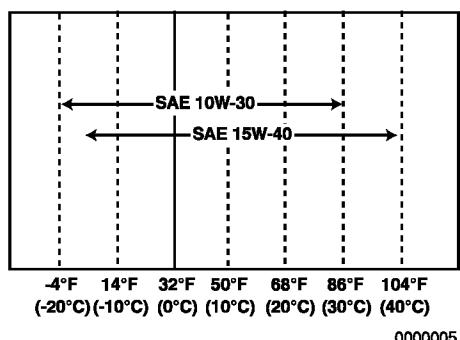

Figura 5
- Selecione a viscosidade do óleo baseando-se na temperatura ambiente onde o motor está a ser operado. Veja *Viscosidade do óleo do motor Figura 5.*
- Selecione a viscosidade do óleo do motor apropriada baseando-se na temperatura ambiente mostrada na Tabela de Serviço do Grau de Viscosidade (**Figura 5**).